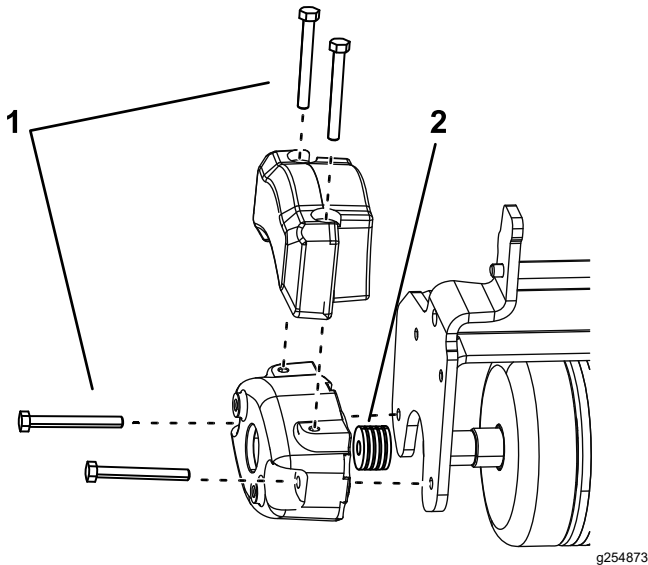

图 6
2. 安装 2 个螺栓 5/16-18 x 2¾ 英寸如图 6 所示。
3. 在配重块和穿刺刀侧板之间的每个螺栓上安装 4 个垫圈 ⅞ 英寸图 6。